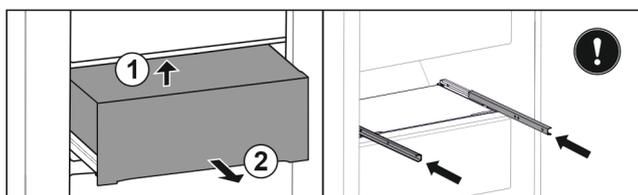

Fig. 114
- ▶ 从后下方抬起抽屉。 Fig. 114 (1)
- ▶ 朝前取出抽屉。 Fig. 114 (2)